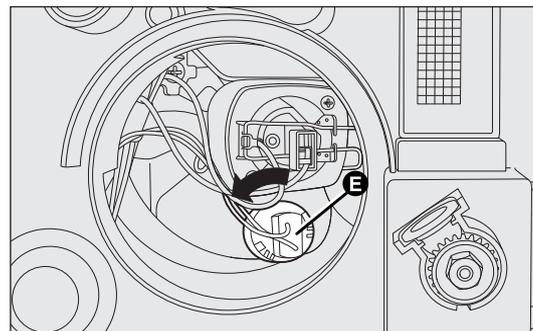

fig. 155
- tourner dans le sens contraire des aiguilles d'une montre la douille E-fig. 155 et l'extraire ;